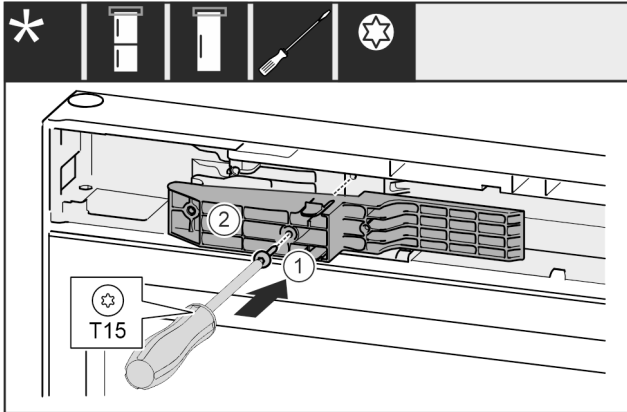

Fig. 64 *
- Inserire l'adattatore Fig. 64 (1) nel vano sul lato della maniglia.*
- Stringere la vite Fig. 64 (2) con un cacciavite.*